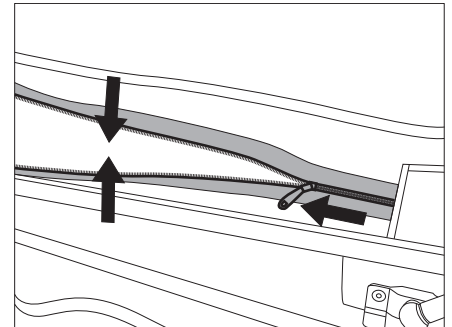

Figura 10 Descargar la cremallera
- ▷ Al cerrar la cremallera, tirar del techo elevable hacia abajo para que la cremallera no esté bajo tensión (Figura 10).